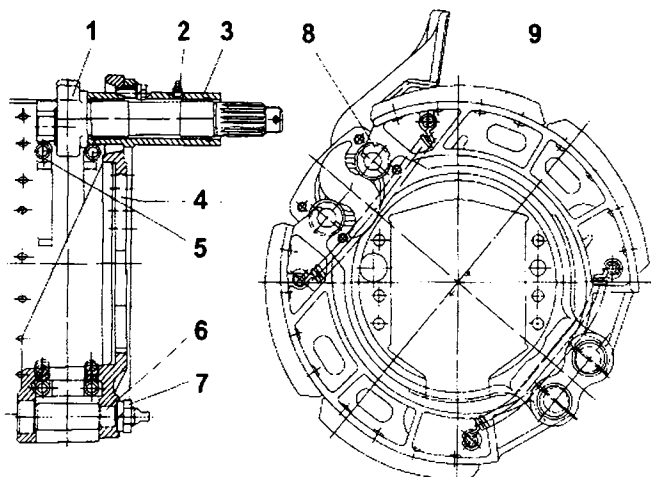

Рис. 6-9. Тормоз передний (РЗАА)
Тормозные механизмы передних и задних колес (рис. 6-9.) барабанного типа с двумя тормозными колодками и регулятором тормоза.
3. Снять стяжные пружины колодок 5 (рис.6-9.) и тормозные колодки 1